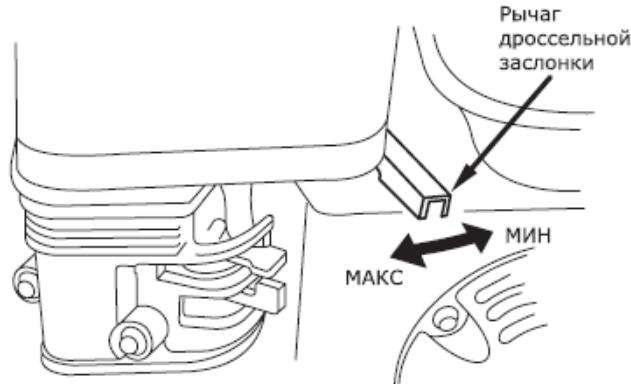

Рис.11 – Регулировка оборотов двигателя
- Поставьте рычаг дроссельной заслонки на 1/3 хода в сторону положения «МАКС» (рис. 11).
Число оборотов двигателя и соответственно производительность двигателя регулируется изменением положения рычага дроссельной заслонки (рис. 11).